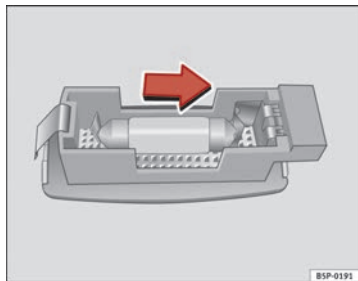

Abb. 204 Ausbau der Leuchte in der Sonnenblende
- Hebeln Sie das Lampenglas mit einem Schraubendreher vorsichtig an der Vertiefung heraus, wie dies im Bild gezeigt wird ⇒ Abb. 204.
- Nehmen Sie die Glühlampe in Pfeilrichtung heraus ⇒ Abb. 204. ■